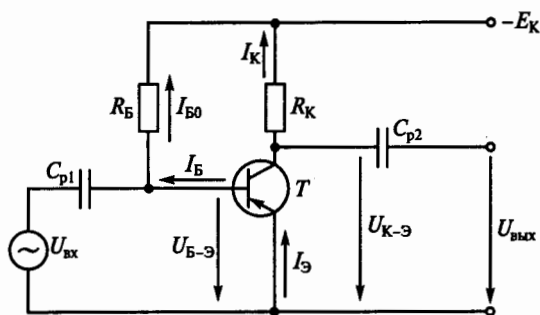

Рис. 202
**8.17. Какими электрическими параметрами определяется сопротивление  $R_B$  резистора на рис. 202?**
**8.18. Усилительный каскад с общим эмиттером (см. рис. 202) должен работать с минимальными искажениями сигнала (класс А). При каком условии это требование выполняется?**
трансформаторной связью. Сравнить эту схему со схемой усилителя с  $RC$ -связью, показанной на рис. 202. Какая из этих схем будет характеризоваться меньшими частотными искажениями?